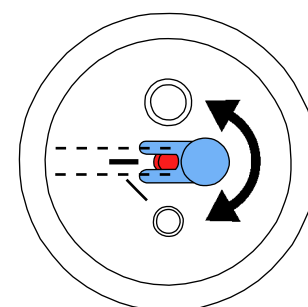

Fig. 12
- Allineare l'ugello dosatore nei serbatoi da 25 - 70 µm (Fig. 12)!